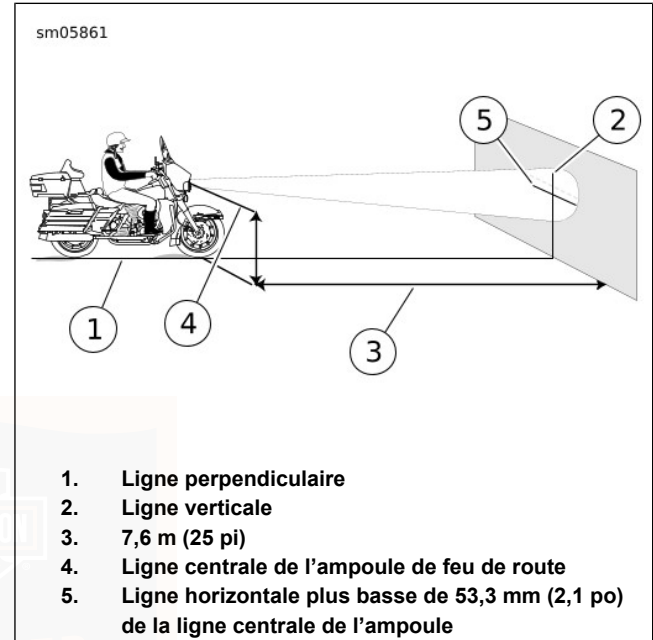

Figure 63. Vérifier l'alignement du phare
Voir Figure 63. Pour aider dans le positionnement correct de la moto, une ligne perpendiculaire (1) peut être tracée sur le sol. Pour de meilleurs résultats, choisir un endroit peu éclairé.
3. Tracer une ligne verticale (2) sur le mur.
2. Ajuster le faisceau lumineux jusqu'à ce qu'il soit centré comme indiqué dans Figure 63.